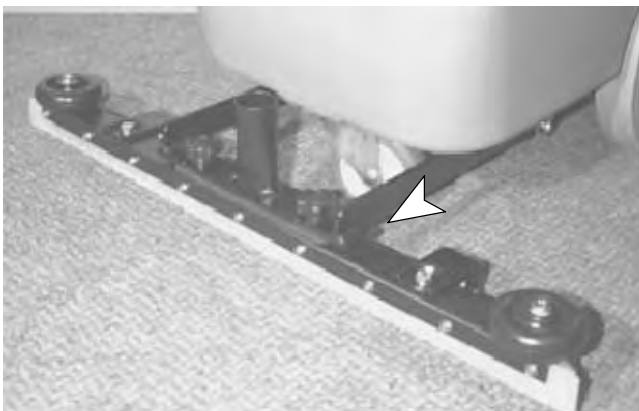

FIG. 5
10. Fixez le bloc de racloire sur le support. Utilisez des vis à oreilles (2) pour la fixation (Figure 5).